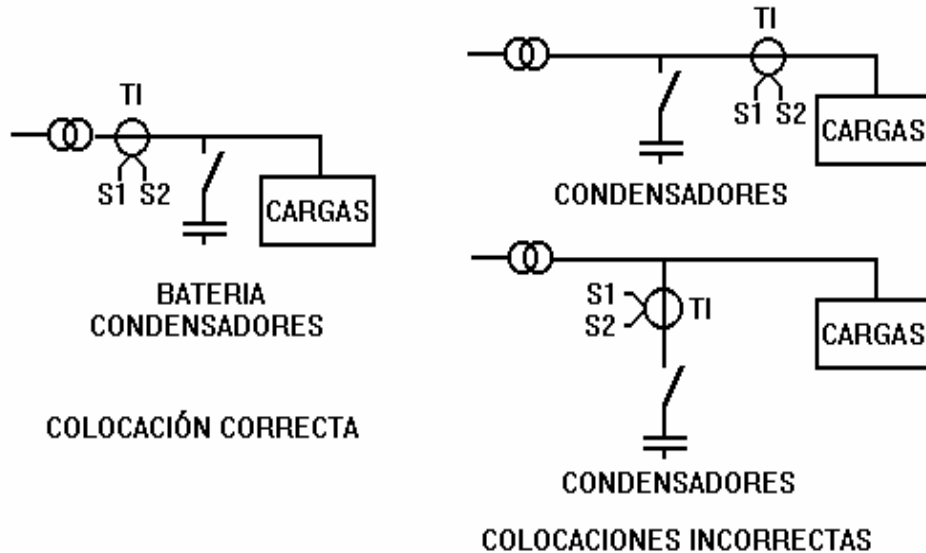

Figura 5.- Colocación del transformador de intensidad (TI)
- Comprobar las conexiones al regulador de energía reactiva COMPUTER...f y al transformador de corriente (TI). Para detalles de ajuste del regulador, véase el manual del COMPUTER...f. Véase también en la figura 5 el emplazamiento correcto del transformador de intensidad (TI)